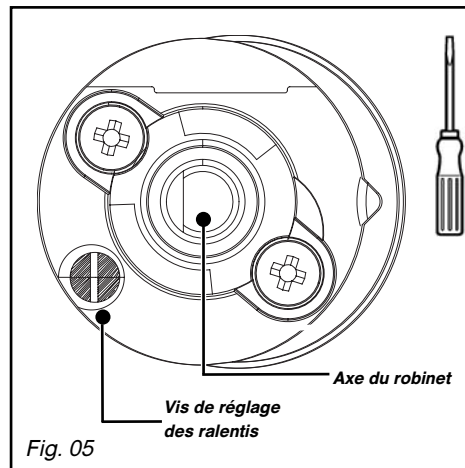

Fig. 05
- A l'aide d'un petit tournevis plat, vissez à fond la vis de réglage des ralentis en laiton (jaune) (Fig. 05), dans le sens des aiguilles d'une montre.
- Dévissez la vis de réglage des ralentis en laiton (jaune) (Fig. 05), à l'aide d'un petit tournevis plat, de 2 tours dans le sens inverse des aiguilles d'une montre.